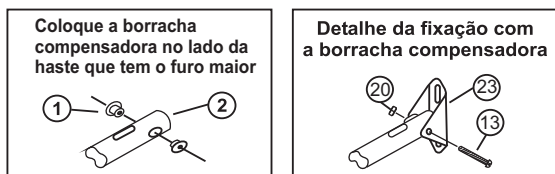

Fig. 05
-Encaixe a bucha (14) no lado da haste que tem o furo menor (os furos da bucha e da haste devem estar alinhados). Coloque as borrachas compensadoras no lado da haste que tem o furo maior conforme fig.05. Encaixe a haste no eixo do motor alinhando os furos, em seguida, passe o parafuso (16), já com o fio de aterramento e arruela dentada através da haste fixando-o com a porca (21). Conforme fig. 3 e 4. Passe os fios do motor, de iluminação e de aterramento pelo interior da haste através das aberturas de passagem.